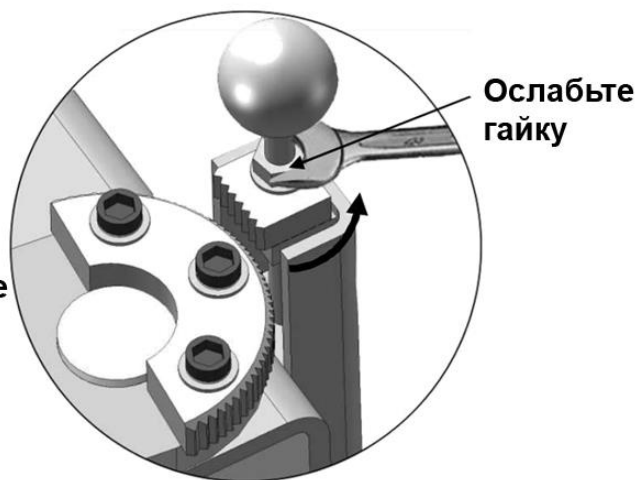

Рис. 23
2. Опустите каретки до конца, с помощью 17# ключа ослабьте гайку (См рис. 23).